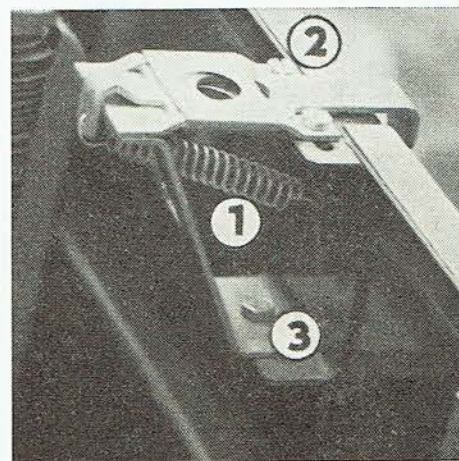

Abb. 63
1. Die Feder ist aus dem Läufer (Abb. 63/1) herausziehen.
2. Zwei Schrauben M 6 (Abb. 63/2) am Läufer und
eine Schraube M 6 (Abb. 63/3) auf der Konsole sind auszuschrauben und der ganze Läufer ist herauszunehmen.